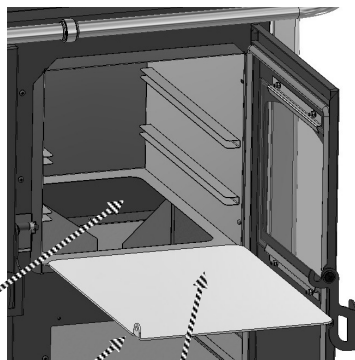

Fig. 3
Rengjøring av røykgasskanalen under ovnen (Fig.3)
- Når ovnen er rengjort, fortsett med å montere apparatet igjen ved å gjøre trinnene ovenfor i motsatt rekkefølge. Sørg for å montere delene riktig. Vær oppmerksom på plasseringen av delen som er bøyd oppover (se bilde fig. 3).